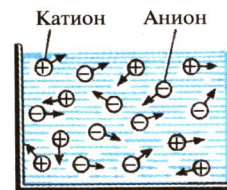

Рис. 5. Хаотическое движение ионов в растворах и расплавах
3. В растворе и расплаве электролита ионы движутся хаотически (рис. 5). При пропускании постоянного электрического тока через этот раствор или расплав положительно заряженные ионы (катионы) движутся к катоду, а отрицательно заряженные ионы (анионы) — к аноду (рис. 6).